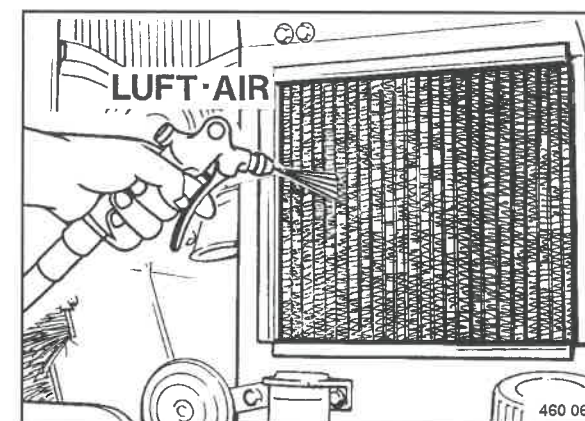

Fig. 116
- Soffiare il radiatore del liquido refrigerante (Fig. 116) iniziando dal lato d'aspirazione.